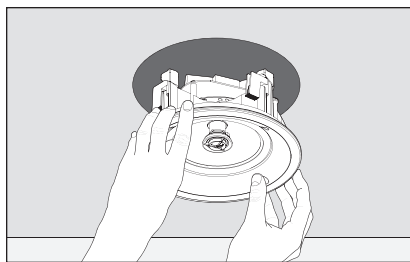

Fig. 5c
9. Poussez délicatement le montage dans le trou du plafond ou du mur (Figures 5c et 6c).